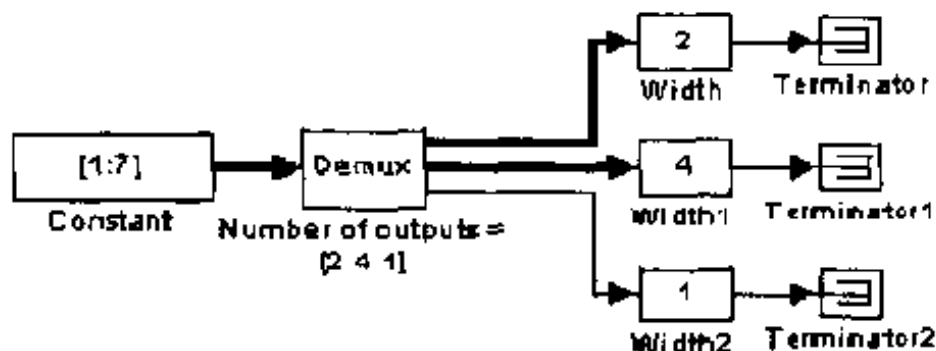

图 7.133 Demux 模块应用举例(4)
- 如果 Number of outputs 矢量元素都是正值,模块产生为指定宽度的信号。在图7.133所示的模型中,输入信号是宽度为 7 的矢量,Number of outputs 参数为[2 4 1]。